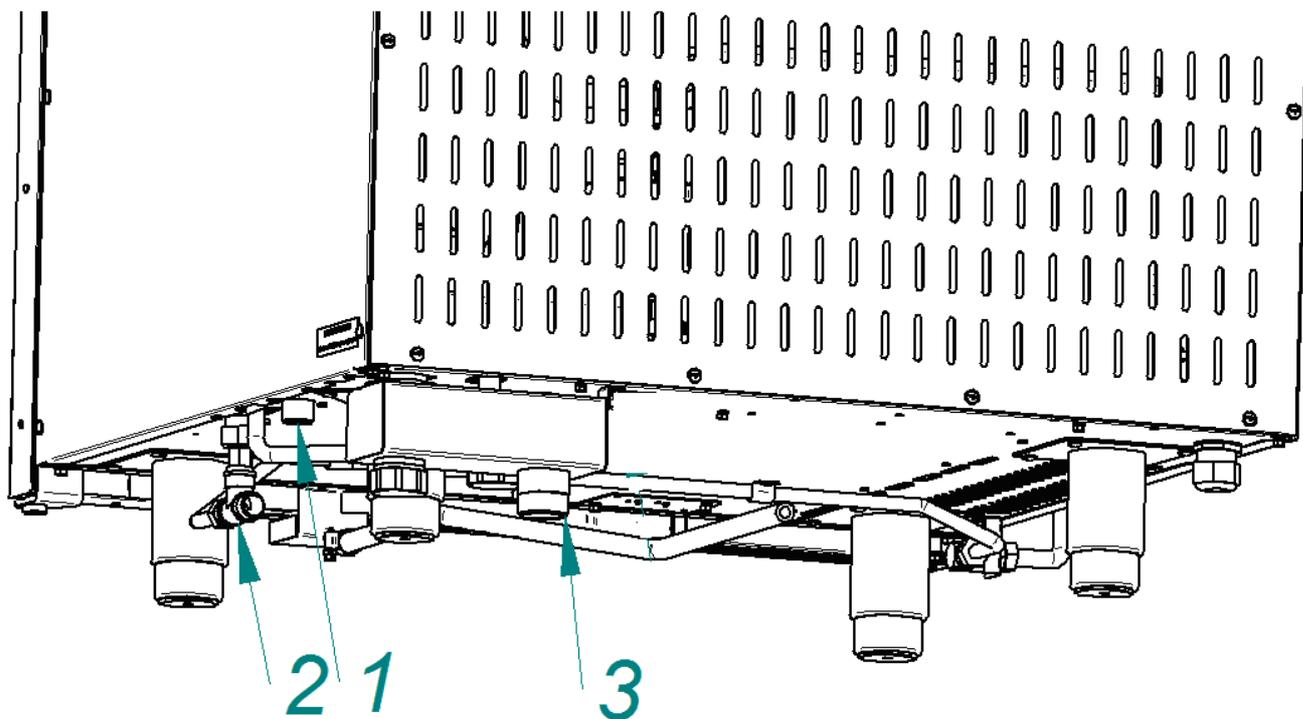

Рис. 4. Подключение к системе водоснабжения
- G3/4 (см. рис. 4 поз. 1 (наружная резьба)) – подача воды в духовку. Воду подвести только через систему фильтрации;
- G1/2" (см. рис. 4 поз. 2 (наружная резьба)) – душевому устройству и охлаждение коллектора. Допускается подводить воду в обход системы фильтрации.
- подключить пароконвектомат к системе канализации, используя шланг, входящий в комплект поставки - подключение через штуцер с резьбой G1¼" рис. 4 поз. 3. К канализационной сети следует предусматривать присоединение с разрывом струи не менее 20 мм. от верха приемной воронки (СНиП 2.04. 01-85 п. 17.11. см. рис. 11)